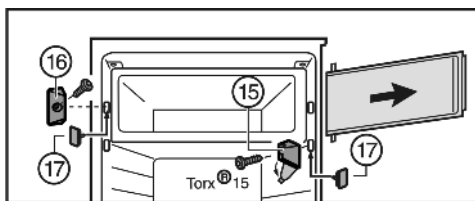

Fig. 6
► Abdeckung am Lagerbock Fig. 6 (15) wegklappen.
► Lagerbock Fig. 6 (15) mit der Fachtür abschrauben.
► Verschlussstück Fig. 6 (16) abschrauben.
► Die freigewordenen Löcher mit beiliegenden Stopfen Fig. 6 (17) verschließen.